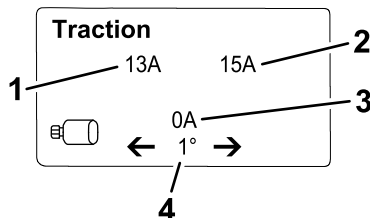

Figure 21
- **Écran d'information de déplacement** (Figure 21) : indique l'angle de braquage et l'intensité attribués à chaque moteur de traction.